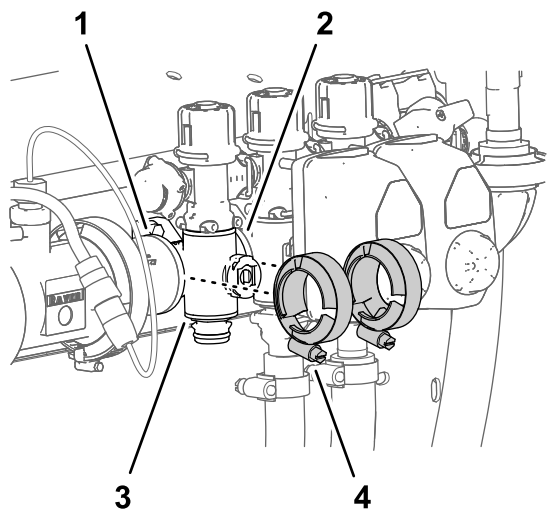

Рисунок 126
- Снимите 2 фланцевых хомута, которые крепят коллекторный клапан секции к фланцам соседних компонентов (Рисунок 126).